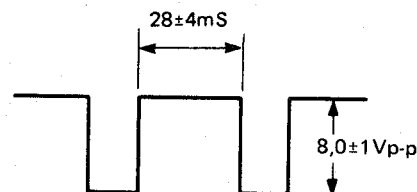

Abbildung 78.
2. Die Ausgabe des TP-705 auf einem Oszilloskop (interne Auslösung) beobachten und prüfen, daß seine Werte den in Abb. 78 gezeigten entsprechen.